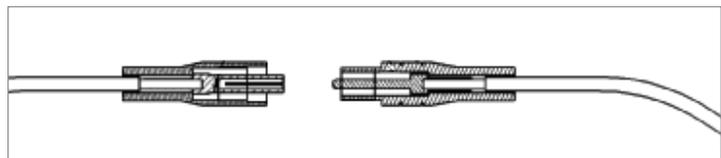

Figura 19-33 Extremos terminales de desconexión rápida de termopar
- conector de terminal para termopar; consulte la Figura 19-33